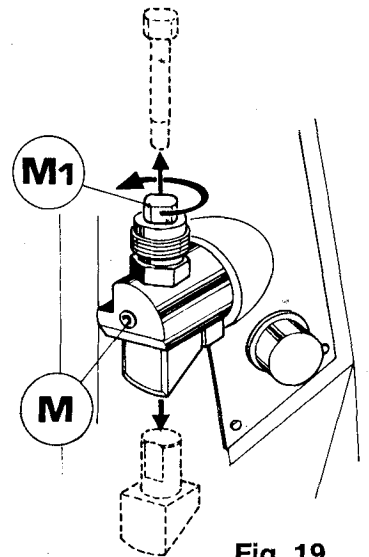

Fig. 19
- 3) - Svitare la vite (M1) completamente, allentare il grano (M) ed estrarre il tastatore come indicato (fig. 19).
- 5) - Aderire la piastrina (M3) al tastatore fissandola con le viti (M2). Allentare il grano (M) e, premendo sulla vite (M1), controllare che il tastatore scenda liberamente senza gioco in rotazione.
- 3) - Completely unscrew screw (M1), loosen the dowel (M) and remove the tracer point as shown in fig. 19.
- 5) - Apply the plate (M3) to the tracer point and fix in place with the screws (M2). Loosen the dowel (M) and, pressing on the screw (M1), check that the tracer point descends freely with no play on rotation.
- 3) - Dévisser complètement la vis (M1), relâcher le grain (M) et enlever le tâteur comme indiqué sur la fig. 19.
- 5) - Adhérer la plaquette (M3) au tâteur et la fixer à l'aide des vis (M2). Relâcher le grain (M) et, en poussant sur la vis (M1), contrôler que le tâteur descende librement sans jouer en tournant.
- 3) - Schraube (M1) entfernen, Mutter (M) lockern und Taster wie auf der Abb. 19 herausziehen.
- 5) - Plättchen (M3) mit den Schrauben (M2) am Taster befestigen. Die Mutter (M) lockern und durch Drücken auf die Schraube (M1) kontrollieren, ob der Taster frei und ohne Spiel dreht.
- 3) - Destornillar el tornillo (M1) completamente, aflojar el prisionero (M) y extraer el palpador como indicado en la fig. 19.
- 5) - Hacer adherir la chapita (M3) al palpador fijándola con los tornillos (M2). Aflojar el prisionero (M) y, apretando el tornillo (M1) averiguar que el palpador baje libremente sin movimiento en rotación.
- 6) - Remontar el manguito (Z) atornillándolo bien y ajustar de nuevo la máquina según las instrucciones de pag. 6.